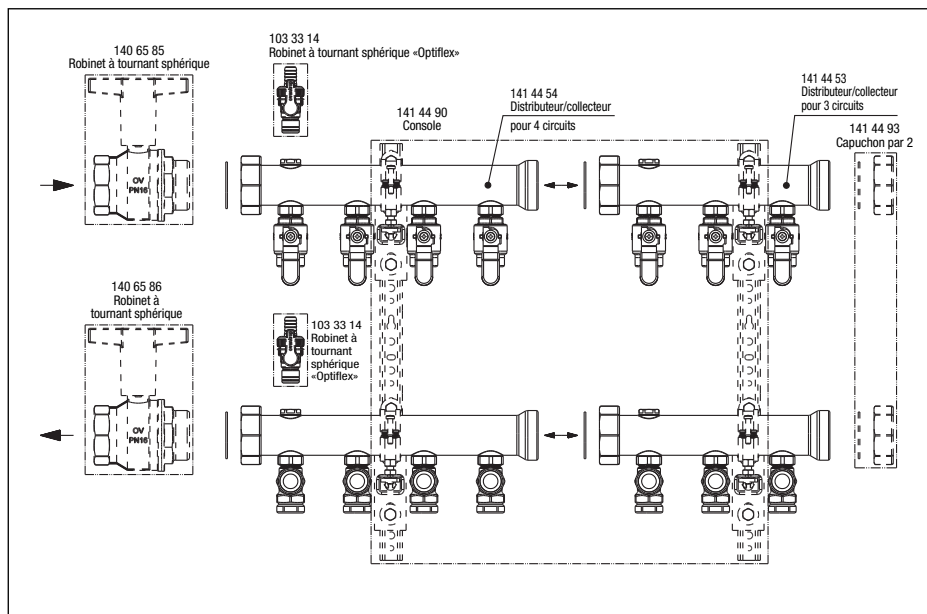

Fig. 10.1: Composants du système
- Les composants suivants sont disponibles comme accessoires (voir aussi fig. 10.1):
Le distributeur pour l'aller et le collecteur pour le retour sont prémontés et l'étanchéité est contrôlée en usine. Les modules de distribution individuels sont montés à l'aide de l'écrou d'accouplement (filetage femelle G2 avec joint plat) (fig. 10.1). Monter le distributeur pour l'aller (en haut) et le collecteur pour le retour (en bas) sur la console (accessoires: réf. 141 44 90) (fig. 10.1).
Le remplissage de l'installation jusqu'au distributeur/collecteur «Multidis SFI» en laiton s'effectue, robinets à tournant sphérique ouverts, via les colonnes montantes. Les robinets à tournant sphérique «Optiflex» (accessoires: réf. 103 33 14) peuvent être utilisés pour la purge même en pleine période de service. Ceux-ci sont raccordés au filetage femelle G ½ du module de distribution correspondant sur l'aller et le retour (fig. 10.1).